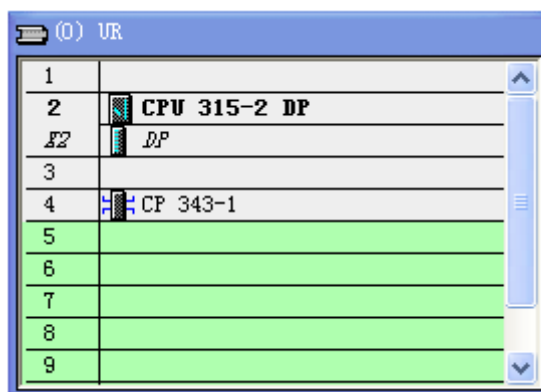

图 1.1.11
(11)、左键单击 OK 按钮，退出配置界面，此时，在支架中会出现一个 CP 343 的设备，如图 1.1.11 所示。